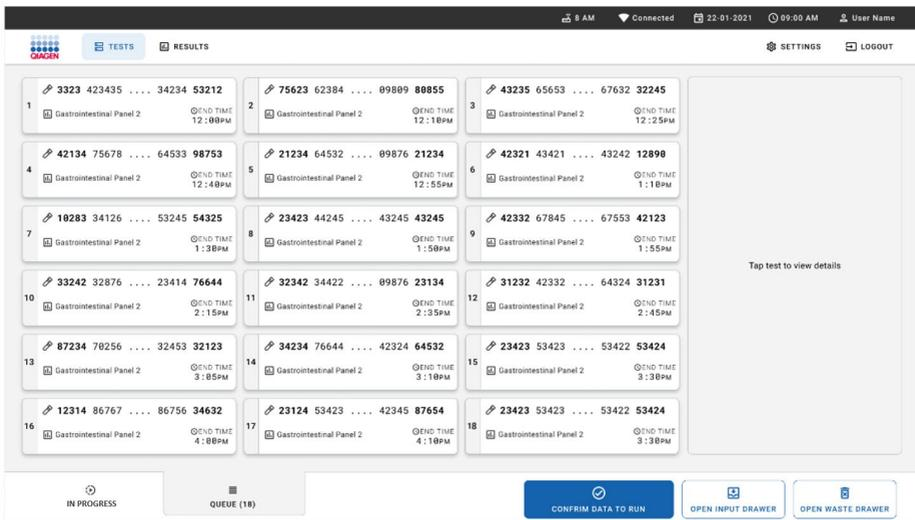

Figura 28. Schermata Sample queue (Coda campioni).
14. Una volta eseguita la scansione viene visualizzata la coda (Figura 28). Rivedere i dati e, se si riscontra un errore, premere il pulsante **OPEN INPUT DRAWER (APRI CASSETTO DI INSERIMENTO)**, per rimuovere e eseguire nuovamente la scansione della cartuccia corrispondente, seguendo i passaggi da 10 a 13.